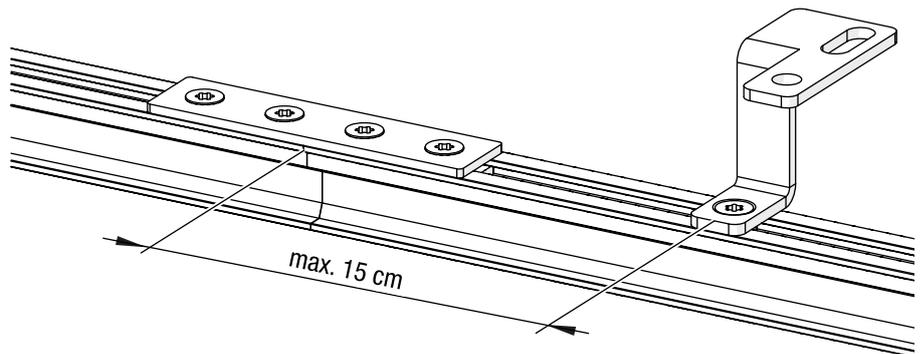

Abb. 40: Abhängeabstand zum Stoß (exemplarisch obenliegende Seilführung)
- è Befestigen Sie einen Abhängepunkt auf einer Seite mit maximal 15 cm Abstand von der Mitte der Abhängung bis zum Stoß (siehe Abb. 40).